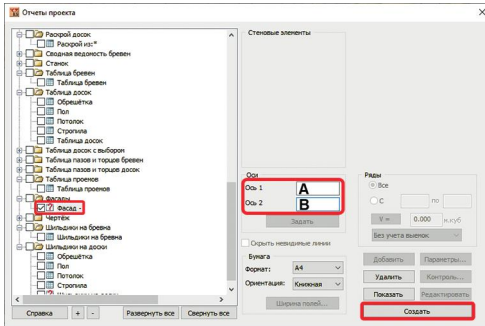
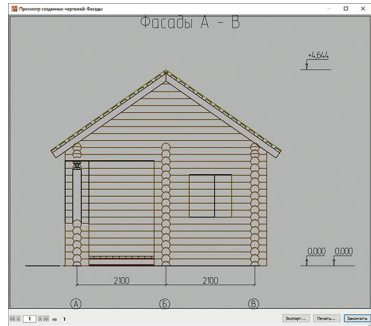

рис. 91
рис. 92
4. Вновь оказавшись в карточке **Отчеты проекта**, встаньте внутри папки **Фасады** на строчку **Фасад** — и в правой части карточки задайте: **Ось 1 — А; Ось 2 — В** (буквы русские). После этого нажмите кнопку **Создать** (рис. 91). На экране появится отчёт **Фасад в осях А–В** (рис. 92). Просмотрите его и закройте при помощи кнопки **Закончить**. Затем закройте окно реестра отчётов, нажав на **✖**.